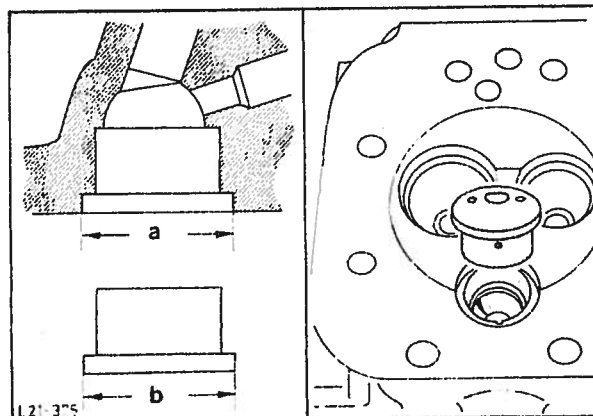

Fig. 127 Montering av hvirvelkammer.
17. Monter nye hvirvelkammere i topplokket, fig. 127.